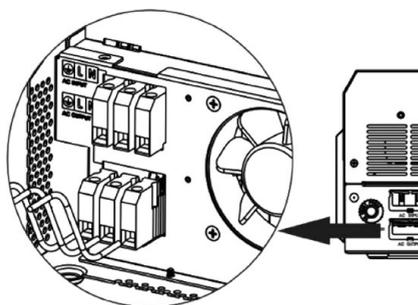
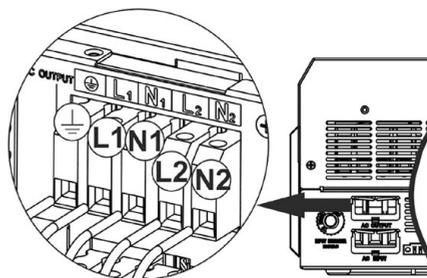

Figura 4.9 - Inserimento cavi di uscita AC modello 3.6 kW
Figura 4.10 - Inserimento cavi di uscita AC modello 6 kW Twin
4. Inserire i cavi di uscita AC in base alle polarità indicate sulla morsettieria (Figura 4.9 per il modello 3.6kW, Figura 4.10 per il modello 6kW Twin) e serrare le viti della morsettieria. Assicurarsi di collegare per primo il cavo di messa a terra .